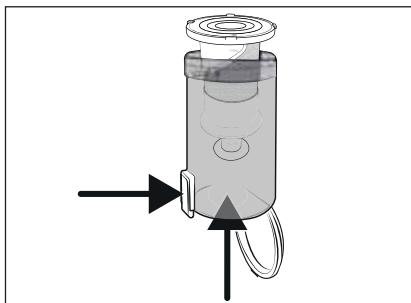

Abb. 20
- 3) Entnehmen Sie den Edelstahlfilter 6 aus dem Staubbehälter 7, indem Sie die Staubbehälterdeckel-Entriegelungstaste 8 drücken. Schieben Sie dann den Edelstahlfilter 6 von unten aus dem Staubbehälter 7 heraus (siehe Abb. 20).